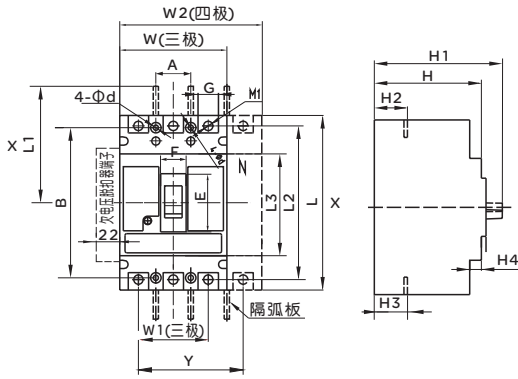
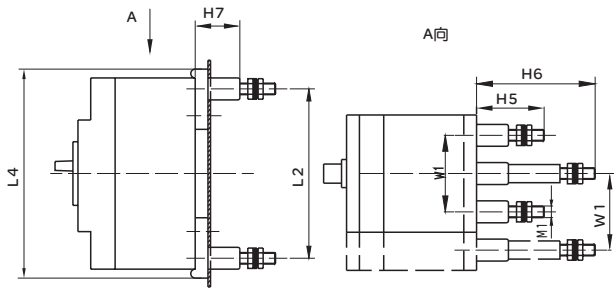
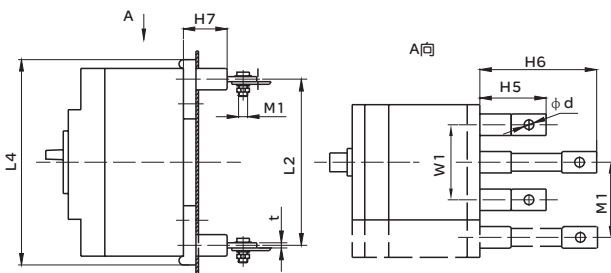
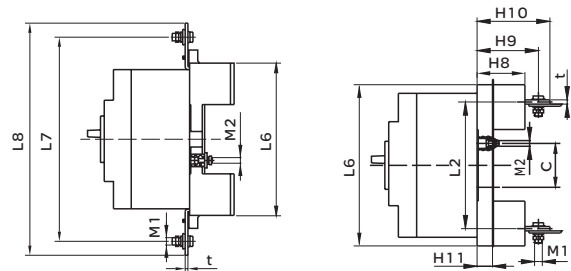

图2 固定式板前接线
图3 RDM1E-125、250固定式板后接线
图4 RDM1E-400、630、800固定式板后接线
图5 插入式板前接线 (三极) 图6 插入式板后接线 (三极、四极)
外形尺寸见图2、图3、图4、图5、图6及表10
- (1) 板前接线外形尺寸见图2 (X-X、Y-Y为三极断路器中心)
- (2) 板后接线外形尺寸见图3, 见图4
- (3) 插入式板前接线外形尺寸见图5